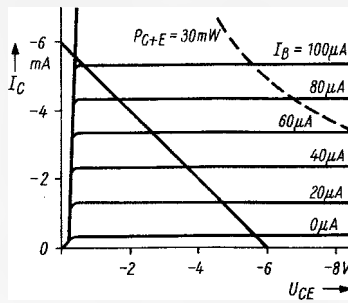

Bild 4. Kennlinie eines Transistors mit eingezeichneter Widerstandsgeraden
1. Gegeben sei ein Transistor mit der Kennlinie nach Bild 4. Die Speisespannung betrage 6 V. Zu berechnen ist die Dimensionierung der Schaltelemente für eine fünffache Spannungsverstärkung auf 1 V bei einem Ausgangswiderstand von 1 k Ω und einem Eingangswiderstand von mehr als 2 k Ω . Für die Berechnung gilt die Schaltung nach Bild 3a.
Bild 4 zeigt die Widerstandsgerade für 1 k Ω von -6 V nach -6 mA. Sie schneidet die Kurve für einen Basisstrom von 60 μ A bei einem Kollektorstrom von 3,35 mA. Der Arbeitspunkt liegt nun etwas zu weit links. Richtig wäre ein Kollektorstrom von etwas weniger als 3 mA, z. B. 2,8 mA. Hierzu gehört ein Basisstrom von rund 50 μ A. Die Rechnungen (3), (6), (7) und (10a) sind dann zu wiederholen und liefern für R_V einen Wert von rund 50 k Ω ; man wählt dafür 51 k Ω oder 56 k Ω . Man kann sich die zweite Rechnung ersparen, wenn man gleich die Widerstandsgerade in die Kennlinie einzeichnet.